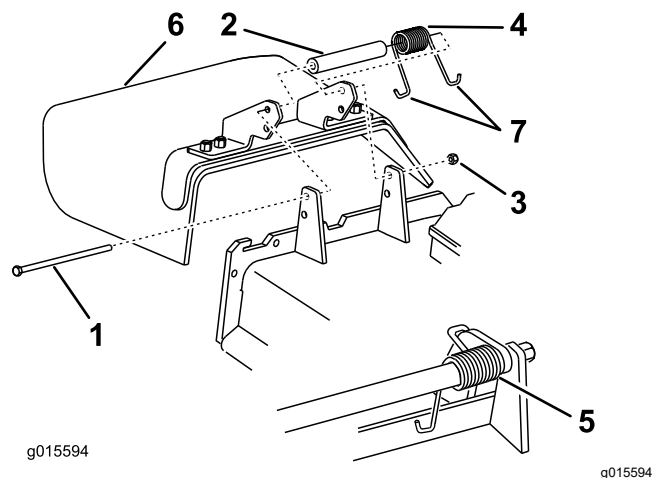

Figura 87
1. Îndepărtați contrapiulița, urubul, arcul și distanțierul care fixează deflectorul pe suporturile pivotante (Figura 87).
2. Îndepărtați deflectorul pentru iarba deteriorat sau uzat (Figura 87).
Notă: Asigurați-vă că ai montat capătul în formă de J în spatele marginii punii, înainte de a monta urubul conform Figura 87.
6. Amplasați capătul în formă de J al arcului în jurul deflectorului pentru iarba (Figura 87).